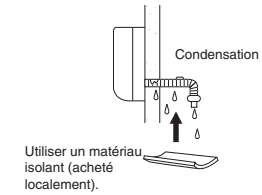

Fig. 3-70
- (c) Si le tuyau de vidange passe dans la salle, l'isoler* de manière que la coulée de condensation ne risque pas d'endommager les meubles ou les planchers. (Fig. 3-70)